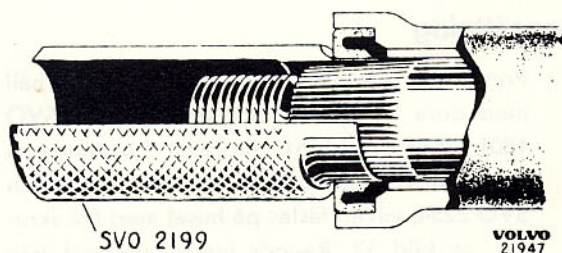

Bild 55. Montering av styraxel
6. Anbringa skyddshylsa SVO 2199 enligt bild 55 och montera styraxeln i styrsnäckshuset. Fyll några droppar olja vid justerskraven i styraxeln.